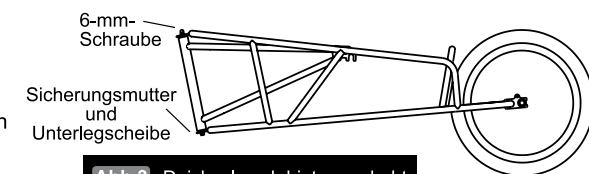

Abb. 3 Deichsel nach hinten gedreht.
2. DEICHEL: Zu Transportzwecken wurde die Anhängerdeichsel nach hinten weisend am Rahmen angebracht (Abb. 3). Vor der Verwendung des Anhängers muss die Deichsel entfernt, um 180 Grad gedreht und anschließend gem. Abb. 4 befestigt werden.
A) Dazu mit Hilfe von zwei 10-mm-Schraubenschlüsseln die Sicherungsmutter und die Unterlegscheibe (Abb. 3) sowie anschließend die lange 6-mm-Schraube entfernen. Hierdurch wird die Deichsel vom Anhängerrahmen getrennt. Die Deichsel vom Anhängerrahmen abnehmen. Zur Wiedermontage der Deichsel, dieses Mal nach vorn weisend, werden zunächst gem. Abb. 4 die Löcher in den Deichselaufnahmen des Anhängerrahmens und in dem zentralen Deichselrohr der Deichsel ausgerichtet.